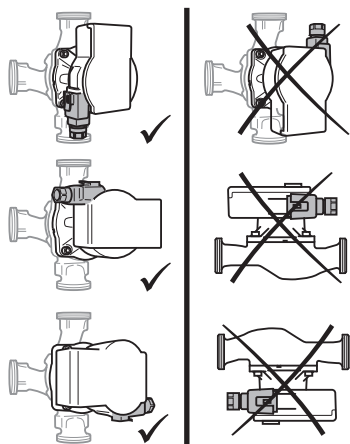

Fig. 2: Positions de montage
- Choisir un emplacement de montage conforme à la position de montage autorisée (Fig. 2).
- Respecter la position de montage autorisée (Fig. 2) pour le circulateur, le cas échéant, faire pivoter la tête du moteur (2 + 6).
**ATTENTION ! Les fuites d'eau peuvent endommager l'automatisme de commande. Orienter la vanne d'arrêt supérieure de manière à ce que l'eau qui s'échappe ne goutte pas sur l'automatisme de commande (6).**
- Maintenir la tête du moteur (2 + 6) et dévisser les 4 vis du corps (5).
- Respecter la position de montage autorisée (Fig. 2) et la flèche de sens d'écoulement figurant sur le corps du circulateur (1).
- Visser les 4 vis du corps (5).